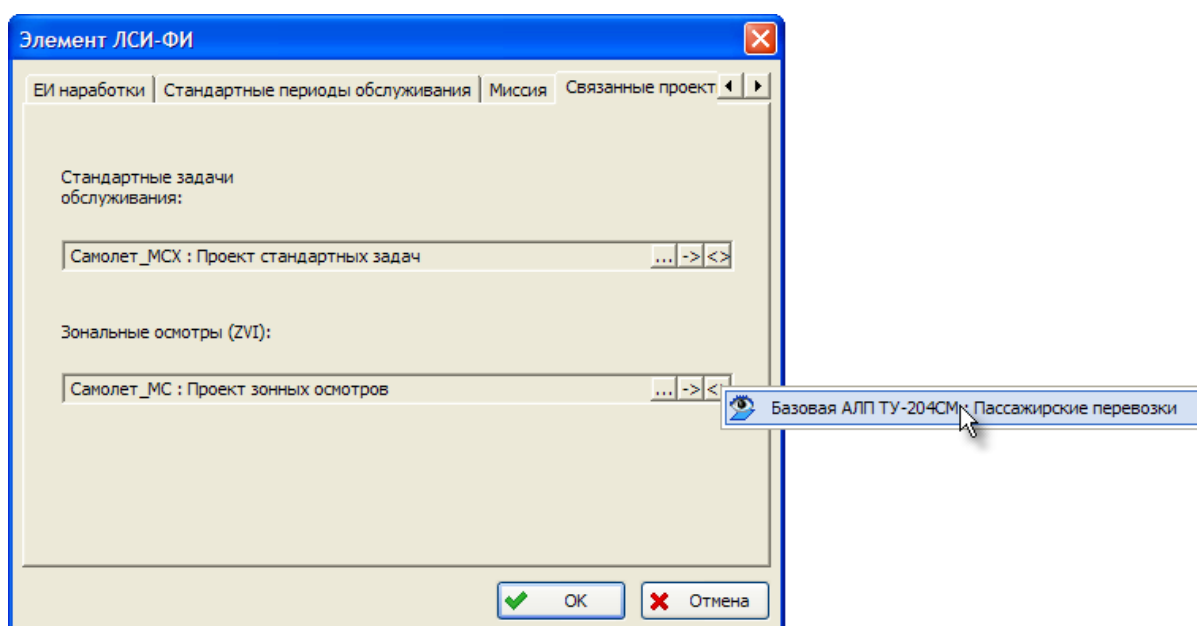

Рис. 1-9
5. Для открытия проекта зонных осмотров на просмотр нажмите на кнопку **Просмотреть проект** , затем в появившемся меню выберите проект АЛП (рис. 1-9). Для взятия проекта зонных осмотров на редактирование применяйте кнопку **Редактировать проект** .